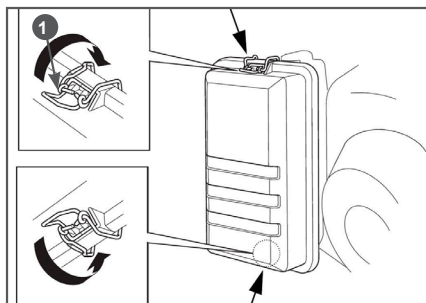

Рис. 14 Снятие крышки воздушного фильтра
1. Отстегните защелки крышки воздушного фильтра и снимите крышку воздушного фильтра (Рис. 14)